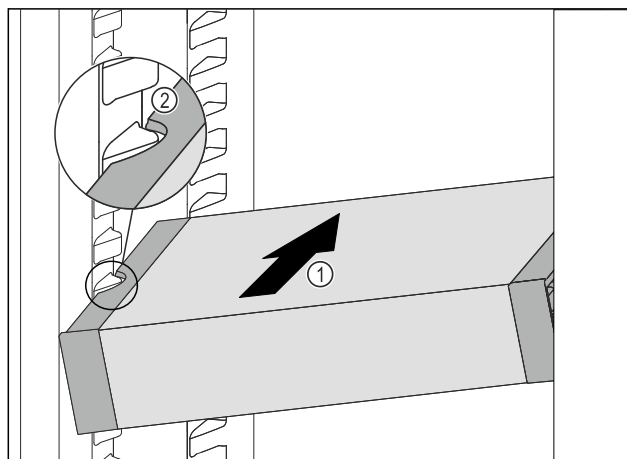

Fig. 99
- Inserire VarioSafe ad angolo nel vano frigorifero Fig. 99 (1), fino a quando le cavità laterali Fig. 99 (2) di VarioSafe non si trovano al livello della nervatura del contenitore nel vano frigorifero.